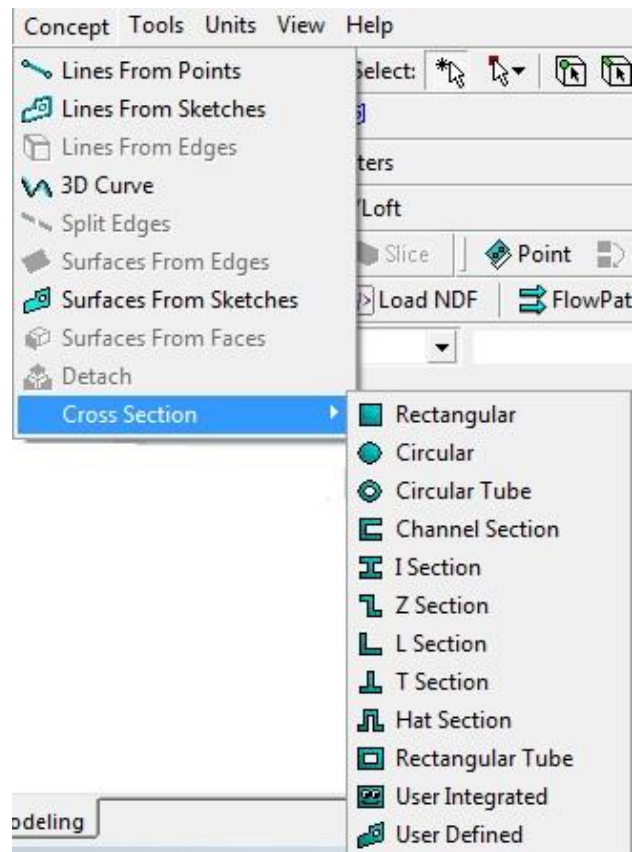

Рис. 3. Панель *Concept*
- **Create** – інструменти для створення 3D-тіл на основі ескізів, а також операції їх перетворення (логічні операції, видалення, переміщення, масштабування) (рис. 3).